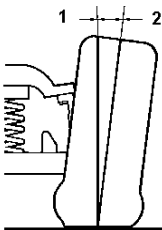

Fig. 10. Definizione della campanatura (qui: campanatura positiva)
■ **Campanatura negativa** – la parte superiore del pneumatico si inclina verso l'autoveicolo (1). Si veda fig. 10.
■ **Campanatura positiva** – la parte superiore del pneumatico si inclina via dall'autoveicolo (2). Si veda fig. 10.